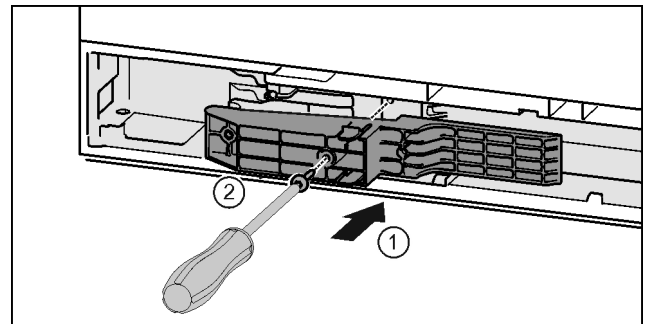

Fig. 45 \*
- ▶ Ievietojiet adapteri padziļinājumā satveršanas pusē. Fig. 45 (1)\*
- ▶ Pieskrūvējiet skrūves ar skrūvgriezi T15. Fig. 45 (2)\*